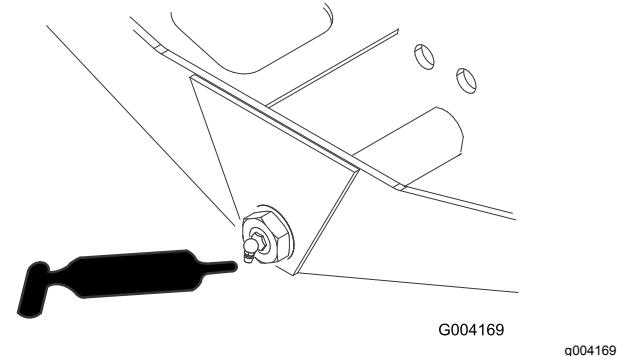

Figura 48
- Perno dello sterzo dell'assale (1) (Figura 48)